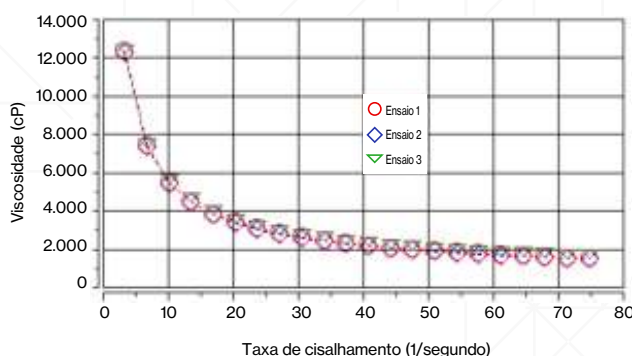

Figura 2: Detergente para máquina de lavar louças a 25 °C
- Figura 2: Confirma o comportamento pseudoplástico e mostra que os resultados foram reprodutíveis em todas as taxas de cisalhamento analisadas.
- Figura 2: Viscosidade vs. velocidade de rotação a 25 °C, confirmando o comportamento pseudoplástico.